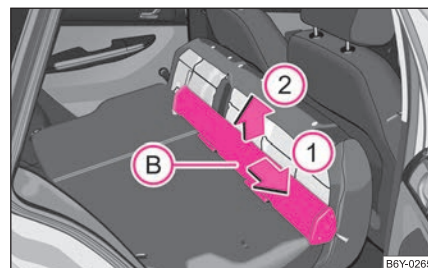

Fig. 65 Sièges AR: Boîtier du filet de séparation
- Poussez le boîtier **B** ⇒ page 65, fig. 65 du filet de séparation en direction de la flèche **1** et sortez-le de l'appui du dossier en direction de la flèche **2**.